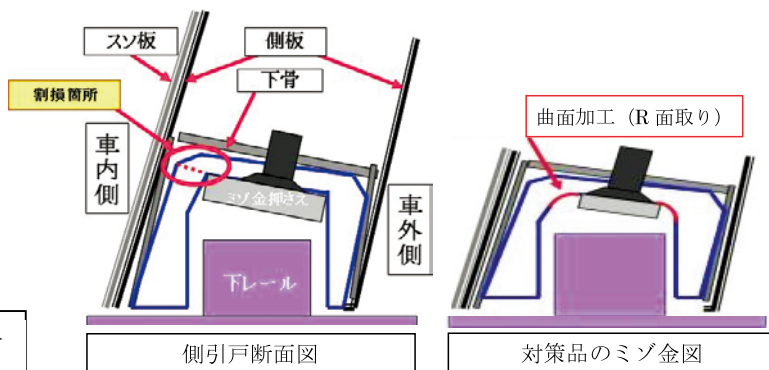

図1：ミゾ金詳細図（従来品） 図2：ミゾ金詳細図（対策品）
**改善内容、効果（現状と改善策の比較）：**従来品の破損品および新品について各種調査や強度試験を行った結果、破損の主要因は枕木方向への繰り返し荷重による疲労破壊が原因と分かりました（図1）。そこで角部へ曲面加工（R面取り加工）を施した対策品を製作し（図2）、検証を行いました。試験等により良好な検証結果が得られたため、現車への展開を開始しています。